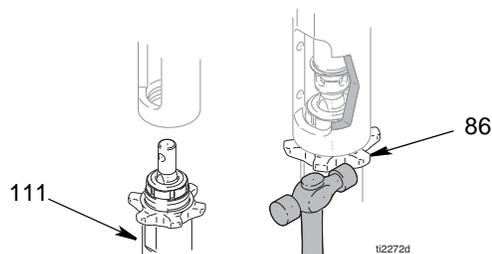

図 10
1. (図 10) 差し込みナット (86) ポンプ (111) スレッドの底にねじ込みます。ポンプ (111) を完全にマニホールドにねじ込みます。ポンプ (111) をマニホールドからネジを緩めながら、ポンプ取り出しがホースと並ぶまで緩めます。差し込みナット (86) を手で締めて、ハンマーで 1/8 から 1/4 回転たたいて回すか、75 ft-lb (101 N-m) トルクで締めます。